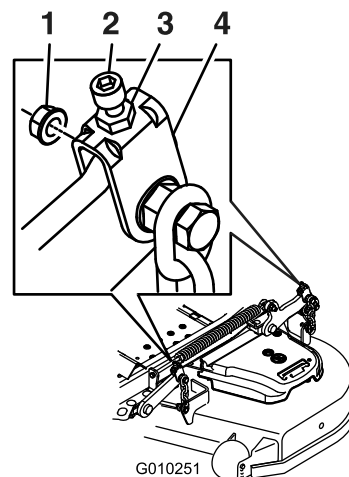

Figura 94
10. Si es necesario, afloje la tuerca "whizlock" del lateral de la horquilla y la contratuerca de la parte superior. Gire el tornillo de ajuste hasta obtener una altura de 7.6 cm (3") (Figura 94).
16. Gire el tornillo de ajuste hasta obtener una altura de 8.3 cm (3 1/4") (Figura 94).